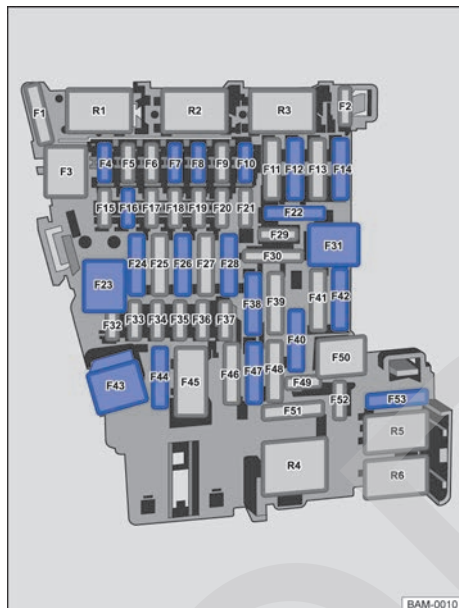

Fig. 227 En el tablero de instrumentos: asignación de fusibles.
a) Tenga en cuenta la posición de montaje. Posición de fábrica del fusible tal y como se muestra en la figura → fig. 227.